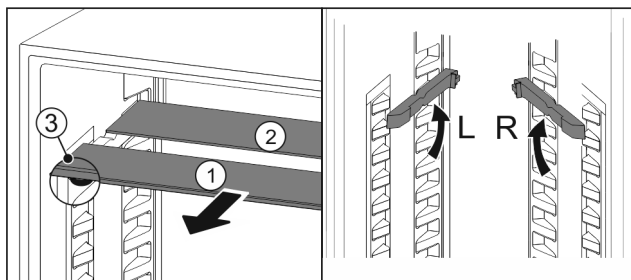

Fig. 53
- ▶ Skleněné desky jednotlivě vytáhněte dopředu Fig. 53 (1).
- ▷ Skleněná deska Fig. 53 (1) s ozdobnou lištou leží vpředu.
- ▷ Zarážky Fig. 53 (3) směřují dolů.